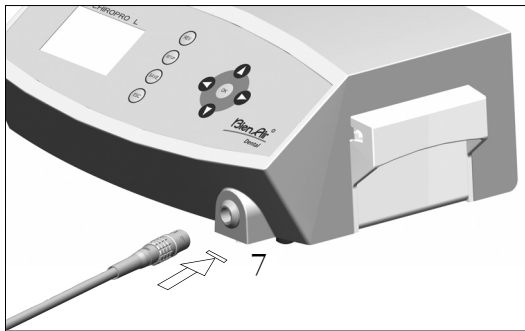

fig. 3
E. Connecter le câble micromoteur sur la sortie moteur, orienter la prise et la fiche à l'aide du détrompeur sur la prise **fig. 3**.